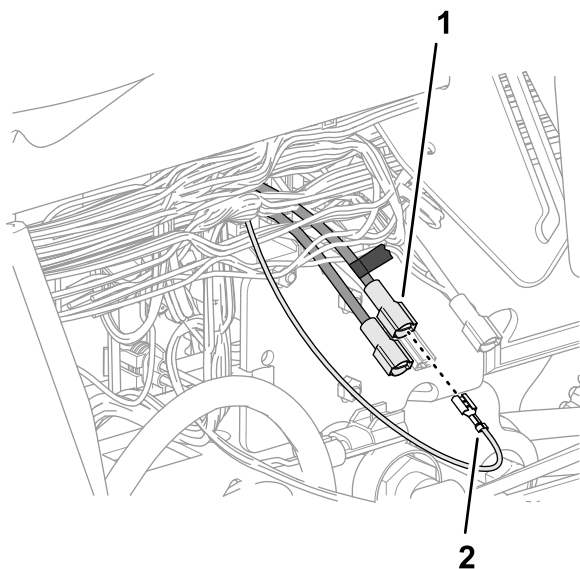

Figura 192
5. Collegate il connettore della lama che avete segnato al passaggio 4 nel connettore a presa all'estremità del filo rosa di 51 mm del cablaggio preassemblato del kit (Figura 192).